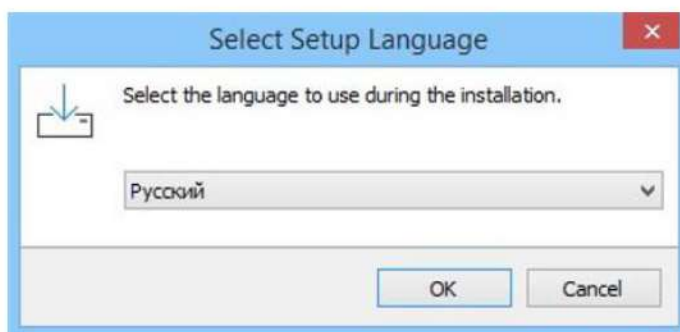

Рисунок 30 - Выбор языка
- 2) Выбрать язык, нажать кнопку «ОК» (Рисунок 30).